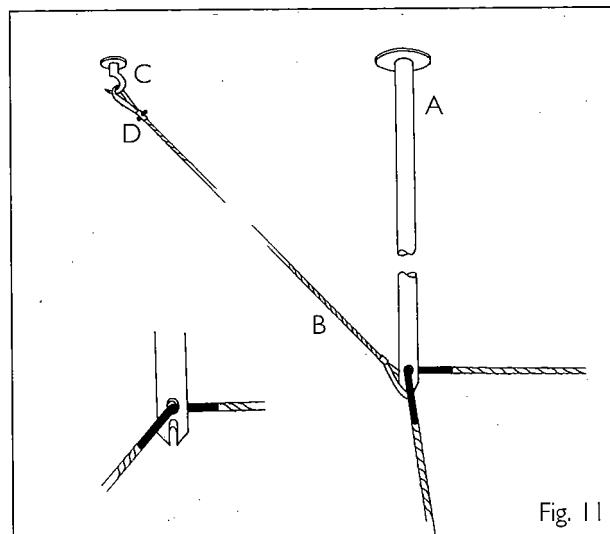

Fig. 11
Fig. 11: Determinare la posizione delle asta (A) secondo la tensione dei cavi (distanza fra i cavi dal meno 75 cm). Per ogni asta fare un foro esattamente verticale dal meno 4 cm di profondità con una punta da muro di 8 mm. Introdurre il tassello ed avvitare l'asta con la rondella e fissare l'asta con l'asticciola in acciaio.